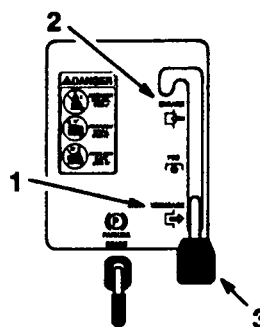

Fig. 9
3. Sæt knivhåndtaget (kraftudtag—PTO) på "FRAKOBLET" (DISENGAGED) (fig. 9).